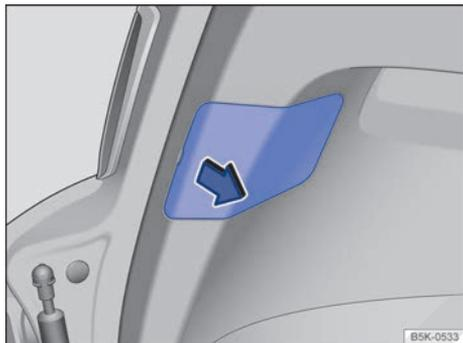

Fig. 170 En el portón del maletero: retirar la tapa.
- ① Tenga en cuenta la lista de comprobación y lleve a cabo las operaciones descritas en ella → pág. 214.
- ② Abra el portón del maletero → pág. 83.
- ③ Desmonte la tapa con cuidado en el sentido de la flecha, si fuera necesario haciendo palanca con la punta plana del destornillador de las herramientas de a bordo → fig. 170.